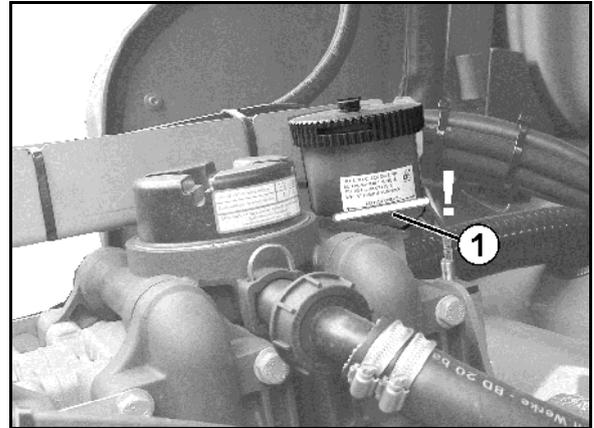

图 150
2. 必要时在泵机未运行时补充油 (最多至标记图 150/1)。
5. 交替向左和向右转动驱动轴，慢慢充入新油。在标记（图 150/1）看到油后，表示油量正确。